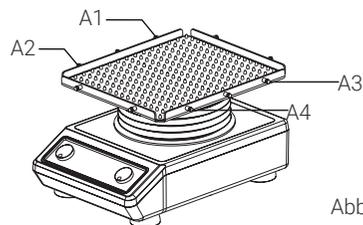

Abbildung 1
1. Entfernen Sie die Schrauben für das Gummiband an Position A1 bis A4 wie in Abbildung 1.